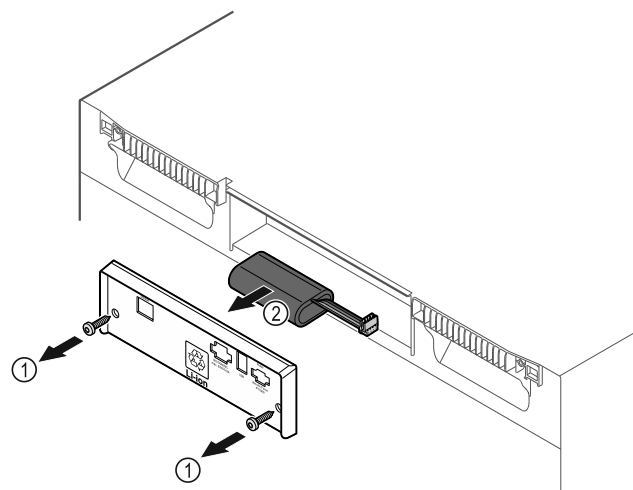

Fig. 174
- ▶ Svitare le viti e rimuovere il coperchio sul retro dell'apparecchiatura Fig. 174 (1).
- ▶ Scollegare e rimuovere la batteria Fig. 174 (2).